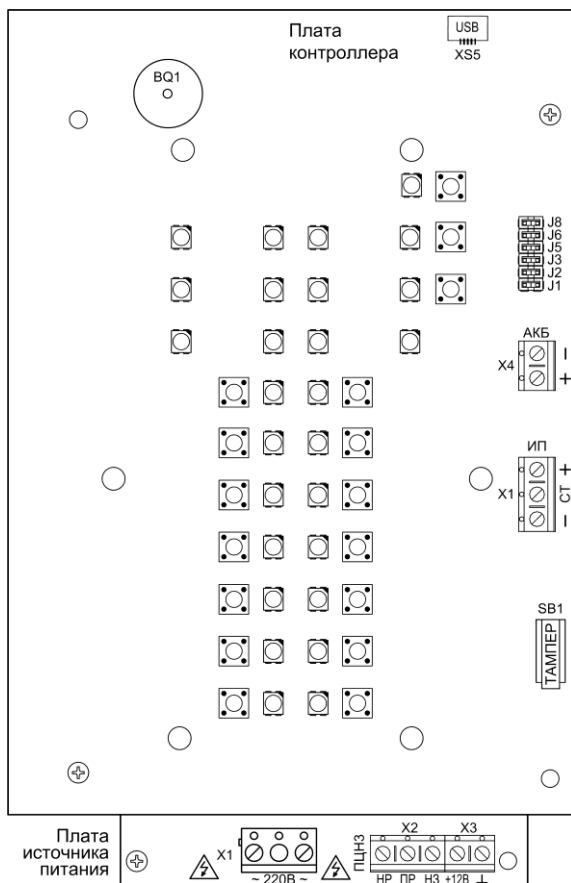

Рис.1 Плата контроллера Гранит-12 (вид со снятой панелью индикации и управления) и плата источника питания (видимая часть)
Прибор состоит из корпуса и съёмной крышки. В корпусе расположена плата контроллера и плата источника питания (рис.1). На плате контроллера установлена панель индикации и управления (рис.2).
3.3 На плате источника питания (рис. 1) расположены следующие элементы: